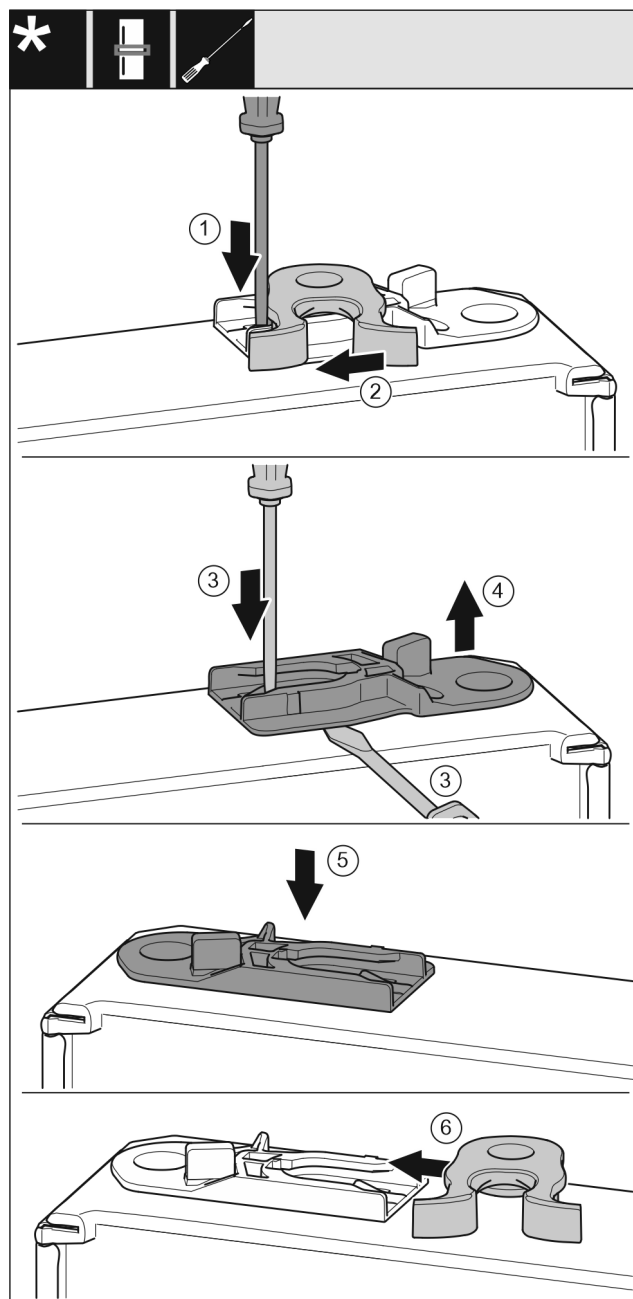

Fig. 52 *
- Plochým šroubovákem přitlačte lamelu Fig. 52 (1) dolů.*
- Vytáhněte petlici Fig. 52 (2) z vedení.*
- Vytáhněte vodící pouzdro Fig. 52 (3, 4): Stiskněte jazýček šroubovákem a současně plochým šroubovákem zajedťte pod vodící pouzdro.*
- Vodící pouzdro Fig. 52 (5) přiložené v příslušenství zasuňte na druhé straně pláště.*
- Petlici Fig. 52 (6) zasuňte do vedení.*